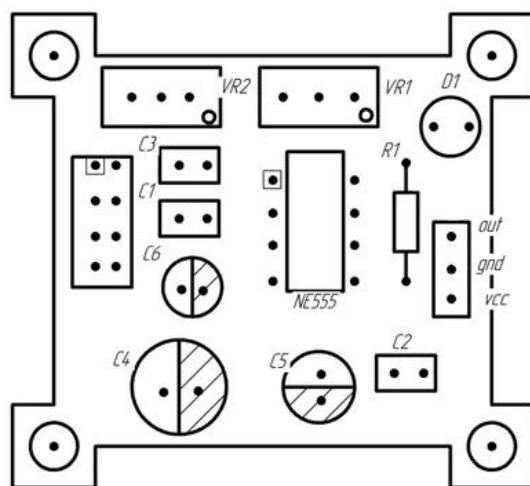

Рис.1. принципиальная электрическая схема.
Рис.1 принципиальная электрическая схема.
2. Собрать монтажную схему электронного устройства в соответствии с принципиальной электрической схемой варианта (рис.1).